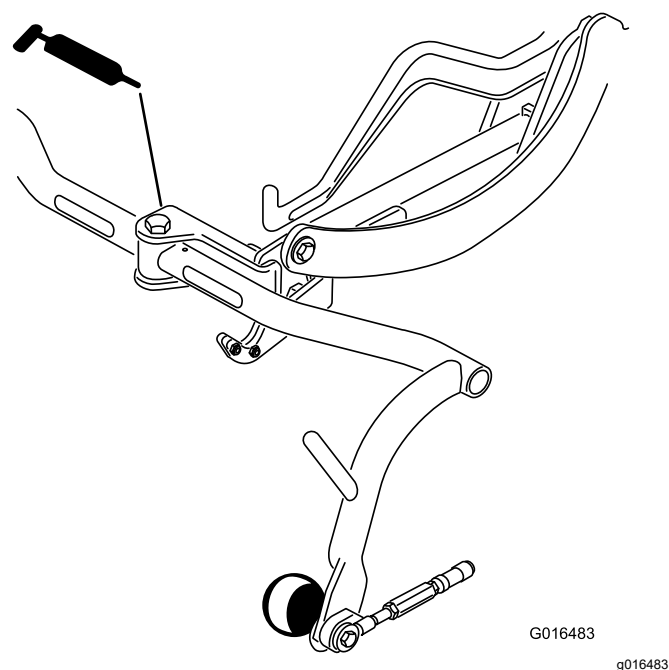

Figure 30
- Pivot de bâti porteur (3) (Figure 30)